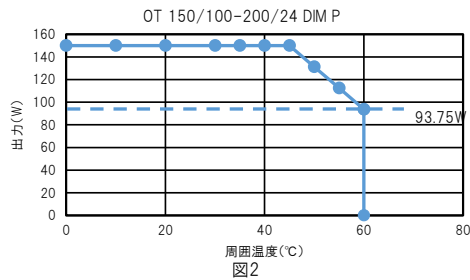

図2
- ・本製品の出力電力は図2のグラフに示すよう周囲温度に影響を受けます。設置環境をご確認の上ご使用ください。